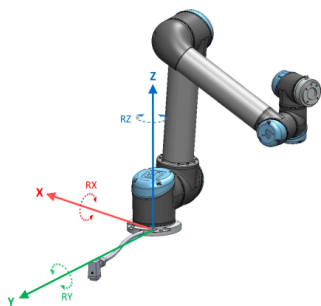

Figure 13.1: ベースのフィーチャー
- ・ ベースフィーチャーは、ロボットベース中心を起点に位置します (図 13.1 参照)